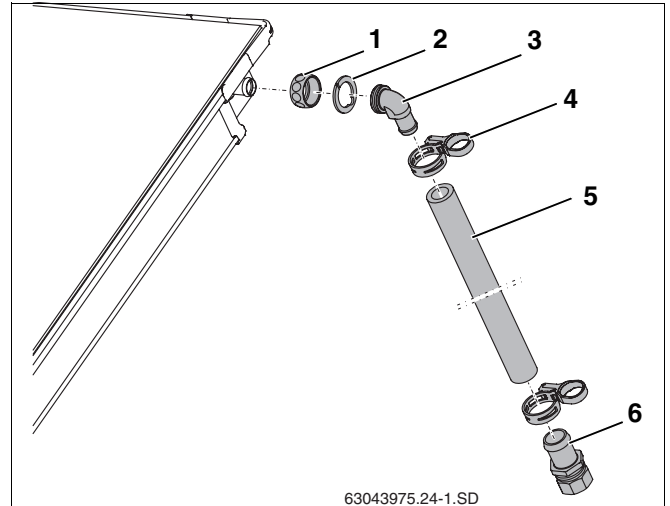

Fig. 35 Montaje de la tubería de impulsión
- ▶ Deslice la tuerca de racor (fig. 35, pos. 1) sobre las conexiones del colector.
- ▶ Coloque la arandela de sujeción (fig. 35, pos. 2) por detrás del borde reforzado de la conexión del colector y júntelas hasta unir las.
- ▶ Presione la boquilla en ángulo con junta tórica (fig. 35, pos. 3) sobre la conexión, corrija su orientación y enrósquela con la tuerca de racor.
- ▶ Coloque el tubo solar largo (1.000 mm, fig. 35, pos. 5) en la boquilla en ángulo y fíjelo con una abrazadera (fig. 35, pos. 4).
- ▶ Introduzca la boquilla portatubo con rosca de conexión (fig. 35, pos. 6) hasta el tope en el tubo solar y fíjela con una abrazadera.
- ▶ Conecte el tubo colector a la boquilla portatubo $R\frac{3}{4}$ con rosca de conexión (18 mm) (fig. 35, pos. 6).